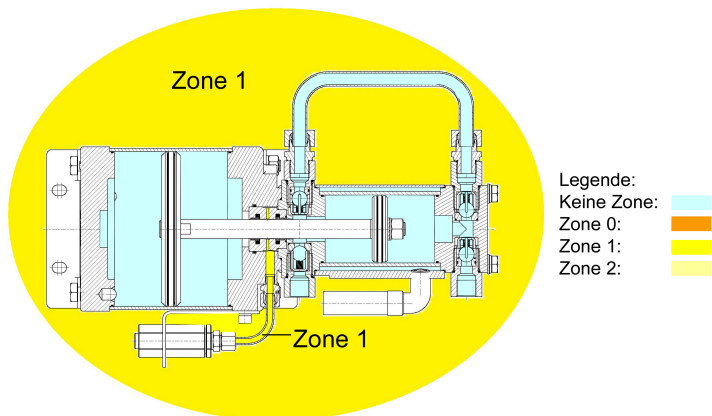

Рис. 10-2 Представление зон ATEX
Допустимые зоны показаны на рис. 10-2 «Представление зон АTEX».
- 4 -: В приводе и в блоке высокого давления не должно быть никакой горючей смеси. Допустимые зоны показаны на рис. 10-2 «Представление зон ATEX».
- 10 -: В приводе и в блоке высокого давления не должно быть никакой горючей смеси. Допустимые зоны показаны на рис. 10-2 «Представление зон ATEX».